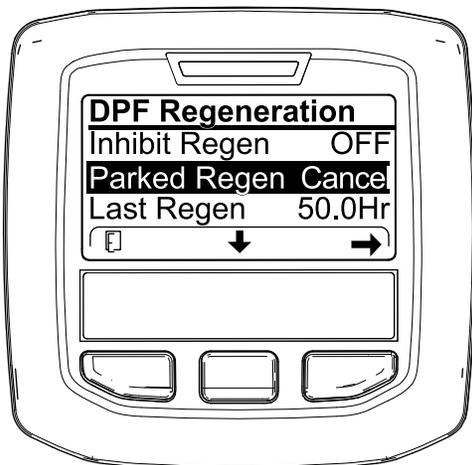

Figura 60
1. Vaya al menú de Regeneración del DPF (Figura 60).
2. Pulse el botón central para desplazarse hacia abajo a CANCELAR REGENERACIÓN ESTACIONARIA (Figura 60) o CANCELAR REGENERACIÓN DE RECUPERACIÓN (Figura 61).
3. Pulse el botón derecho para seleccionar la opción Cancelar (Figura 60 o Figura 61).